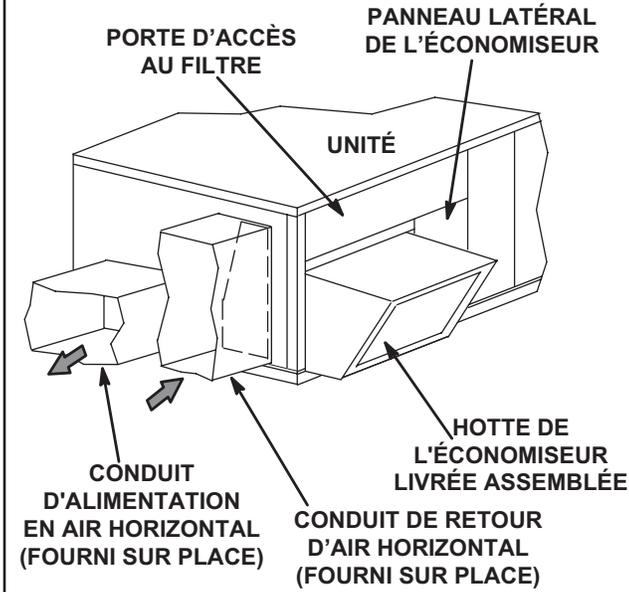

FIGURE 3
- 2 - Installez les conduits d'air d'alimentation et de retour sur les ouvertures horizontales d'air d'alimentation et de retour de l'unité. Reportez-vous à la FIGURE 3. L'économiseur horizontal et les conduits d'air d'alimentation et de retour doivent être installés avec des supports fournis sur place.